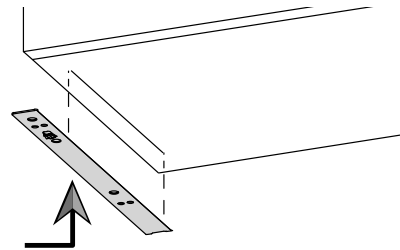

Fig. 16-2
- Deslice el soporte hacia adentro y alinéelo contra la línea marcada. Asegúrese de que el borde trasero esté ajustado contra la pared, como se muestra en la fig. 16-2.